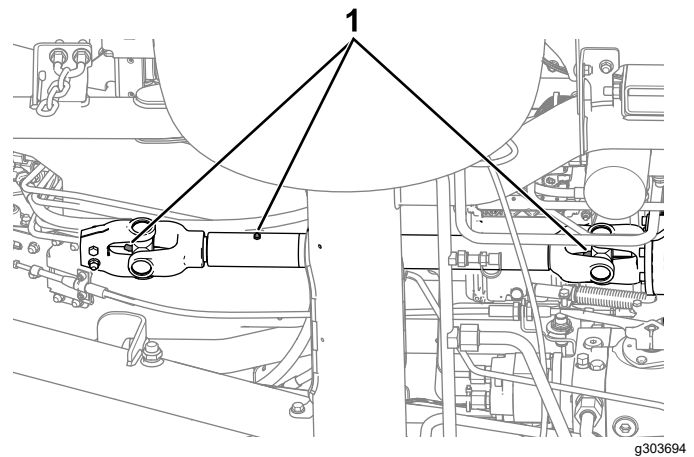

Figura 48
- Árbol de transmisión de la toma de fuerza (Figura 48)